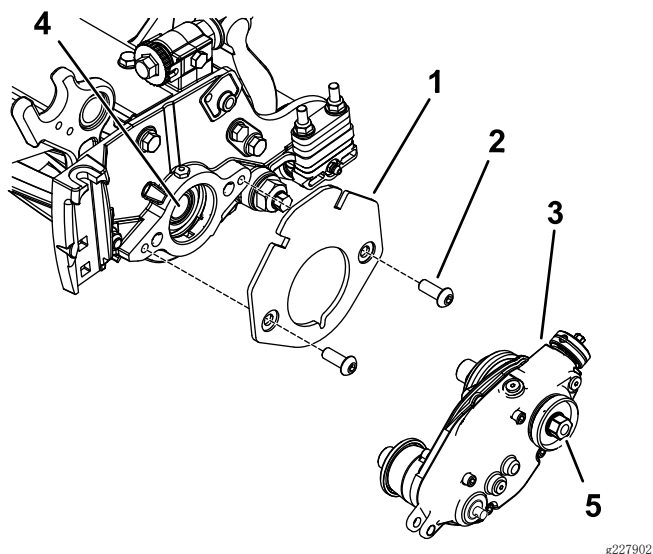

图7
2. 用 2 个六角圆头螺栓 ($\frac{3}{8}$ x $\frac{3}{4}$ 英寸) 固定配重块架，如图7 所示。
3. 在内滚刀轴的螺纹上涂抹中等强度防松螺纹油 (如蓝色 Loctite® 243 乐泰胶) (图7)。
4. 用疏草刀驱动箱上的六角头螺栓将其连接到滚刀轴上 (图7)。